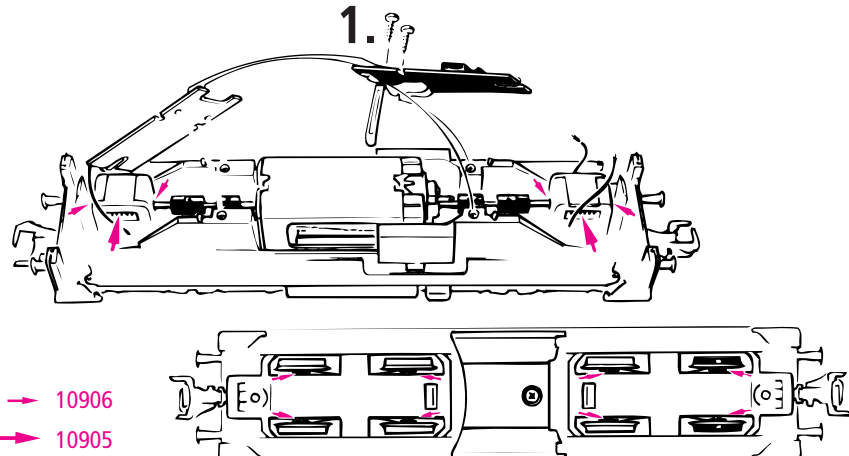

Fig. 8
1. Reinigung der Radstromkontakte: Radstromkontakte können auf unsauberen Schienen leicht verschmutzen. Bitte **entfernen Sie** vorsichtig mit einem kleinen Pinsel **den Schmutz** an den in Fig. 8 gekennzeichneten Stellen.
1. Nettoyage des lames de contact aux roues: Les lames de contact risquent de s'encrasser rapidement sur des voies poussiéreuses. Veuillez **enlever la poussière** aux endroits marqués à la fig. 8 à l'aide d'un petit pinceau.
1. Reinigen van de wielcontacte: Verwijder met een penseel het rail op de aangegeven plaatsen (Fig. 8).